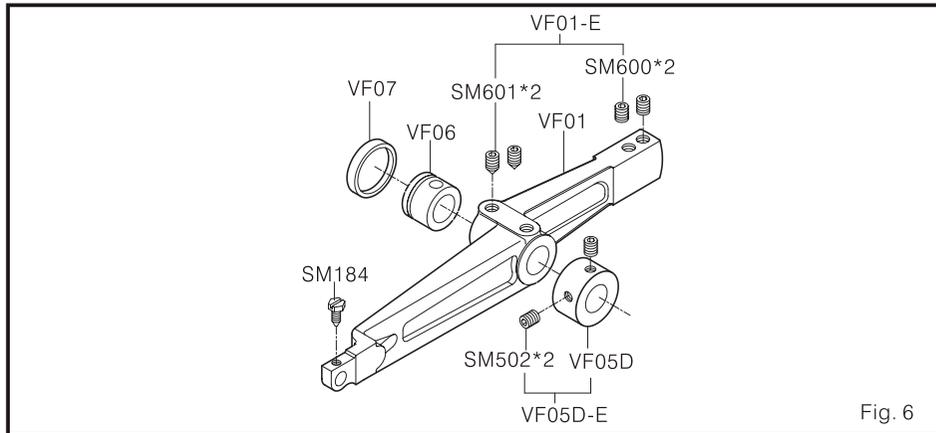
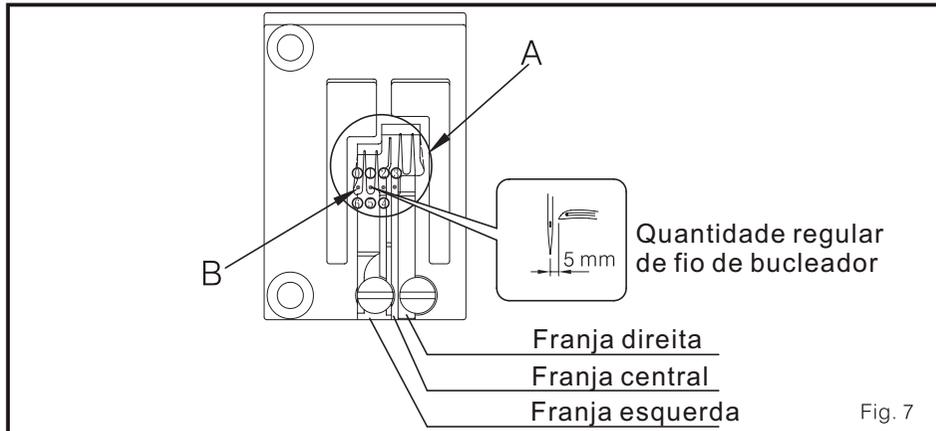

Fig. 6
Fig. 7
3. ajuste de posição frontal/posterior:(Fig. 6, Fig. 7)
1. o ponto B da gama A no Fig. 7 indicam a posição dos pontos. Cada número significa a posição do ponto de um ciclo da talha. (Para dobro agulhas, a posição do ponto da agulha esquerda deve ser levada como relacionando)
1. move a agulha à primeira franja na lâmina agulha para ajustar (Fig. 7)